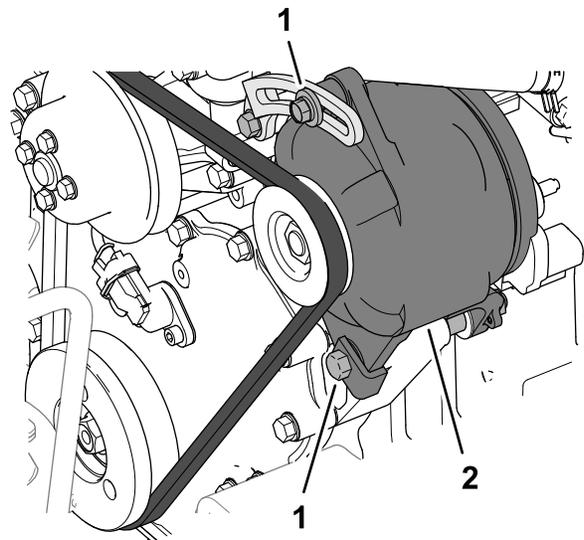

Figura 103
5. Si la desviación de la correa es superior o inferior a 10 mm ($\frac{3}{8}$ "), afloje los pernos de montaje del alternador (Figura 103).